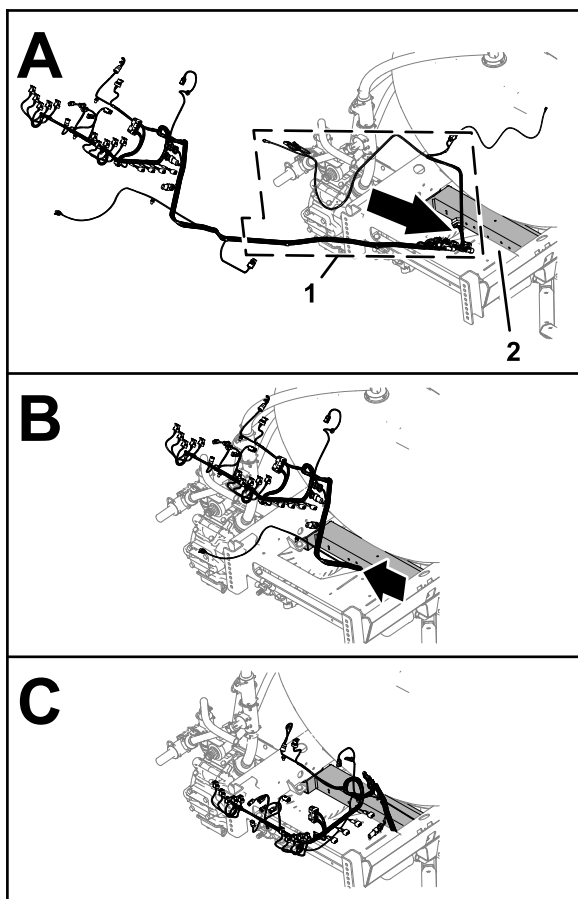

Figura 84
2. Enrute la rama de 180 cm, la rama de 108 cm y la rama de 127 cm del arnés eléctrico nuevo por debajo del perfil del bastidor (Figura 84).